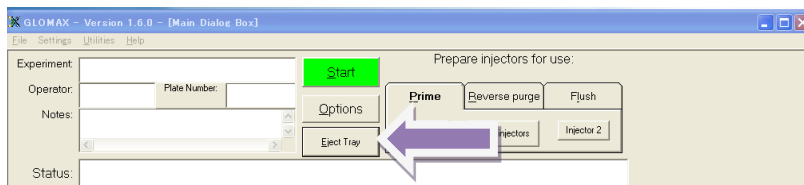

図 7
- 5) 図 7 のように“Eject Tray”を押す(モーター音がして、サンプルトレイが手前に移動する)。